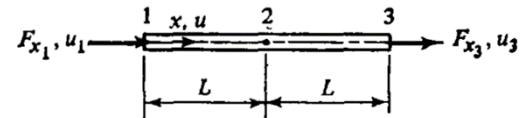

Рис. P2.11.
**11.** На рис. P2.11 приведена матрица жесткости трехзвездного стержневого элемента. Осуществите конденсацию этого представления и получите систему уравнений жесткости для  $u_1$  и  $u_3$ .